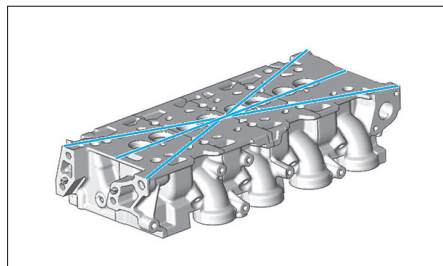

Fig. 55
• À l'aide d'un jeu de cales et d'une règle, contrôler la planéité du plan de joint de culasse (Fig.55).